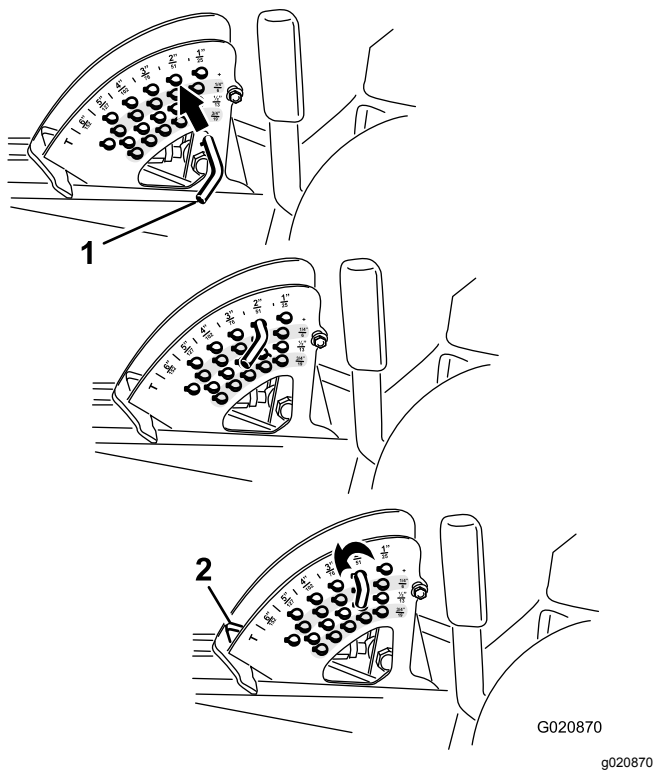

Figure 25
2. Tournez la goupille de butée jusqu'à ce que la goupille cylindrique située à l'intérieur soit en face des trous du support de hauteur de coupe et retirez-la (Figure 25).
3. Placez la goupille dans le trou du support correspondant à la hauteur de coupe voulue et tournez-la pour la verrouiller en place (Figure 25).
Remarque: Il y a 4 rangées de trous (Figure 25). La première rangée donne la hauteur de coupe indiquée au-dessus de la goupille. La deuxième rangée donne la hauteur indiquée plus 6 mm. La troisième rangée donne la hauteur indiquée plus 12 mm. La dernière rangée donne la hauteur indiquée plus 18 mm. Un seul trou, situé dans la deuxième rangée, correspond à la hauteur 15,8 cm. Il n'ajoute pas 6 mm à la hauteur de 15,8 cm.